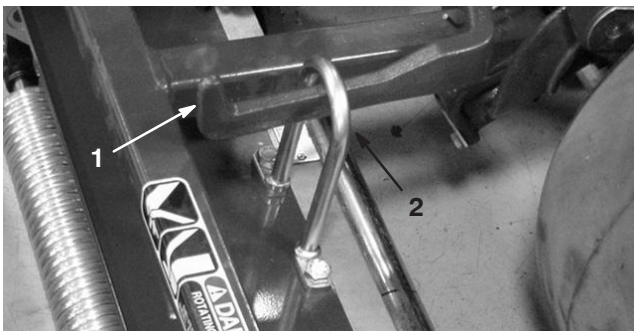

Bild 11
3. Schieben Sie das Mähwerk unter das Zuggestell, während Sie den Hubhaken am Hubarm einhaken (Bild 11).